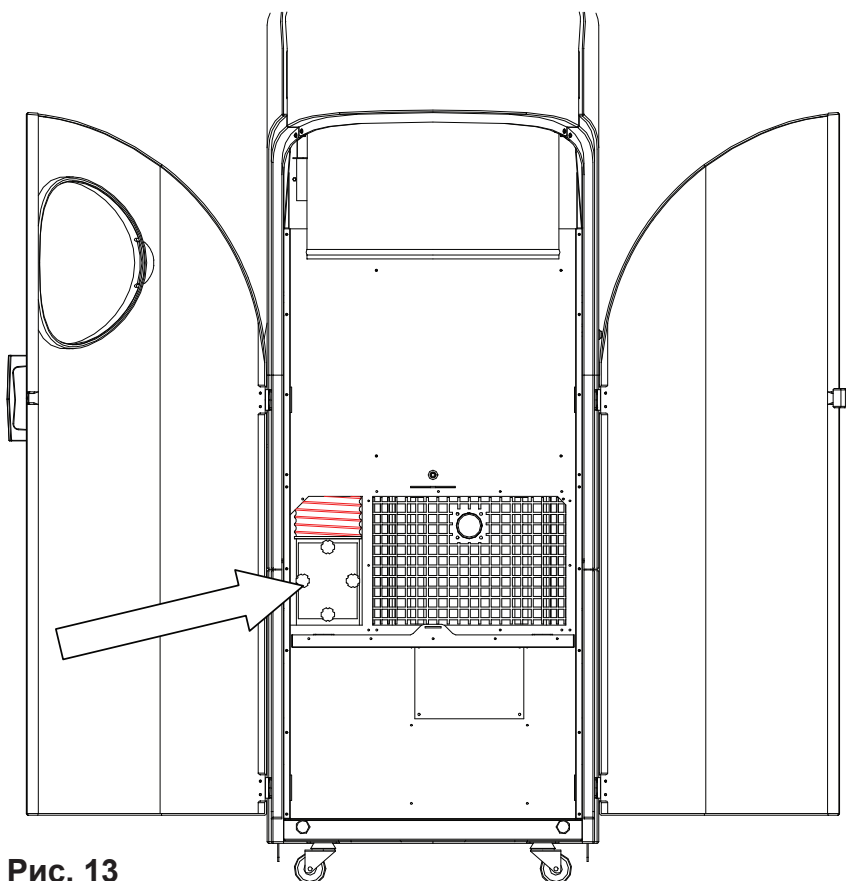

Рис. 13
2. Открыть крышку турбины (см. рис.13) и удалить бумагу, засоряющую отверстие турбины.